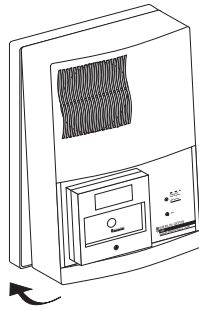

fig. 12
- remplacez le capot sur le socle en encliquetant d'abord la partie supérieure, puis en faisant pivoter vers le bas (figure 12)